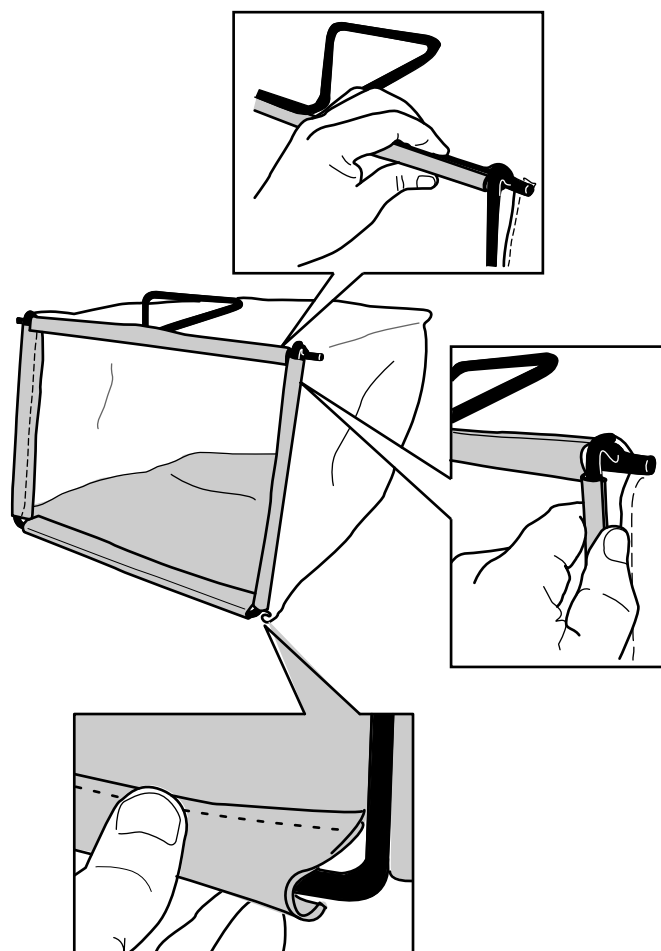

Figura 8
2. Enganche el canal inferior de la bolsa en la parte inferior del bastidor (Figura 8).
3. Enganche los canales superiores y laterales de la bolsa en la parte superior y en los laterales del bastidor, respectivamente (**Figura 8**).